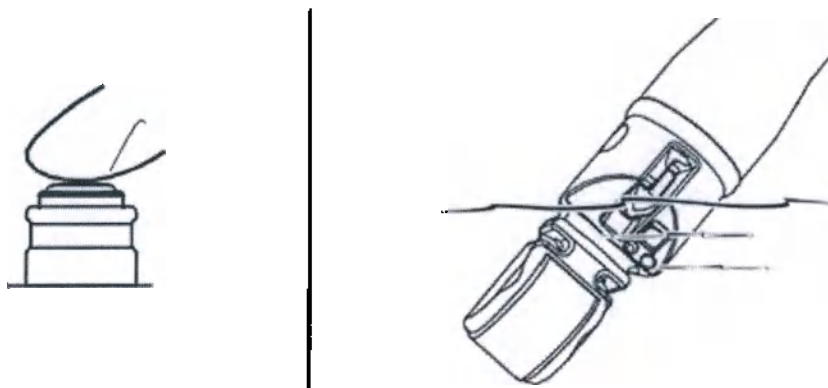

Рис. 7.60
- 3) Как показано на Рис. 7.60, извлеките дистальный конец эндоскопа так, чтобы только патрубок откачки баллона был покрыт деаэрированной стерильной водой. Нажмите на клапан управления аспирацией/аспирацией из баллона до второго уровня и убедитесь, что вода набирается в аспирационный/инструментальный канал.